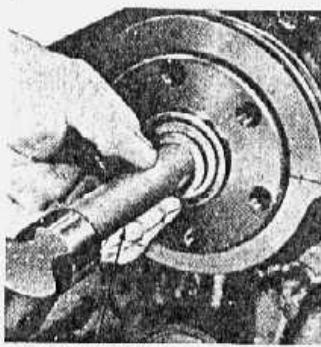

fig. 25 — instalação da bucha guia da árvore primária
2. Instalar a bucha conforme mostrada na fig. 25.